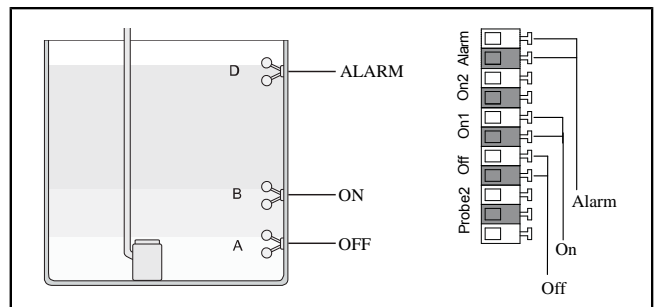
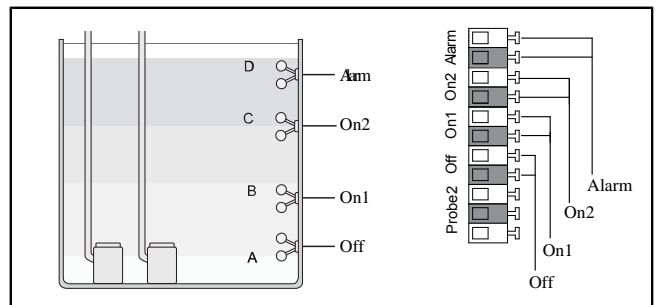

Fig. 3: Interruttore a galleggiante Mono (non ATEX)
Fig. 4: Interruttore a galleggiante Duo (non ATEX)
- ▶ Estrarre la vite cieca (1).
- ▶ Collegare le estremità della linea dell'interruttore a galleggiante ai morsetti illustrati. (vd. "fig. 3: Interruttore a galleggiante Mono (non ATEX)", pagina 78 + vd. "fig. 4: Interruttore a galleggiante Duo (non ATEX)", pagina 78)